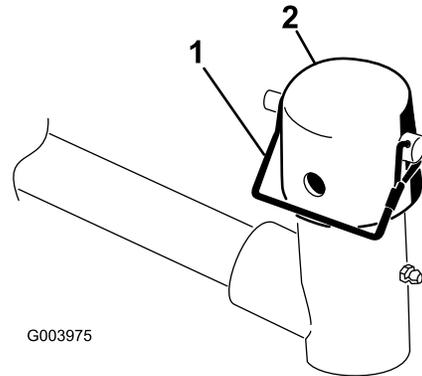

图7
6. 从提升臂轴轭上拆下锁扣销和中心盖（图7）。
10. 使用锁扣销将中心盖和承载架轴固定到提升臂轆。如果需要可偏转的滚刀组，可使用槽；如果需要滚刀组锁定到位，可使用孔（图7）。